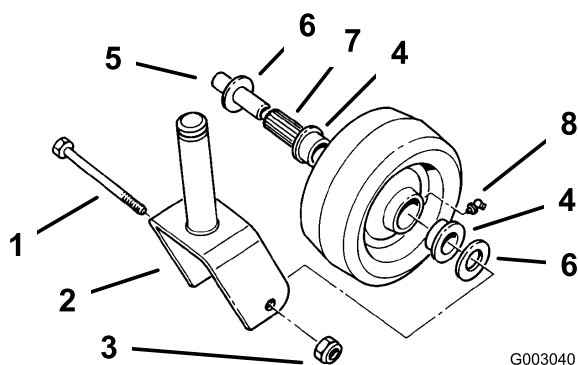

Figura 37
3. Retire el otro casquillo del cubo de la rueda y limpie la grasa y la suciedad del cubo de la rueda (Figura 37).
4. Inspeccione el cojinete de rodillos, los casquillos, el casquillo intermedio y el interior del cubo de la rueda para comprobar que no están desgastados. Cambie las piezas defectuosas o desgastadas (Figura 37).
5. Para montar el conjunto, coloque un casquillo en el cubo de la rueda. Engrase el cojinete de rodillos y el casquillo intermedio y deslícelos en el cubo de la rueda. Coloque el segundo casquillo en el cubo de la rueda (Figura 37).
6. Instale la rueda giratoria en la horquilla y fíjela con el perno y la contratuerca. Apriete la contratuerca hasta que el casquillo intermedio se apoye contra el interior de las horquillas de las ruedas giratorias (Figura 37).
1. Retire la contratuerca y el perno que sujetan la rueda giratoria a la horquilla (Figura 37).
2. Retire un solo casquillo y tire del casquillo intermedio y del cojinete de rodillos para sacarlos del cubo de la rueda (Figura 37).